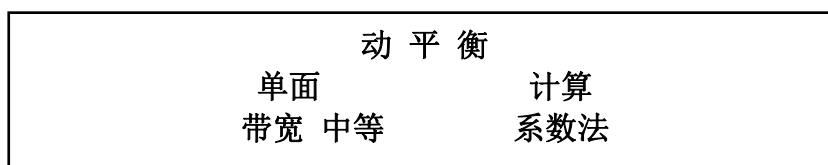

图 4-38
(1) 进入动平衡菜单（图 4-6），将<测量>切换到<计算>，如图 4-38 所示。